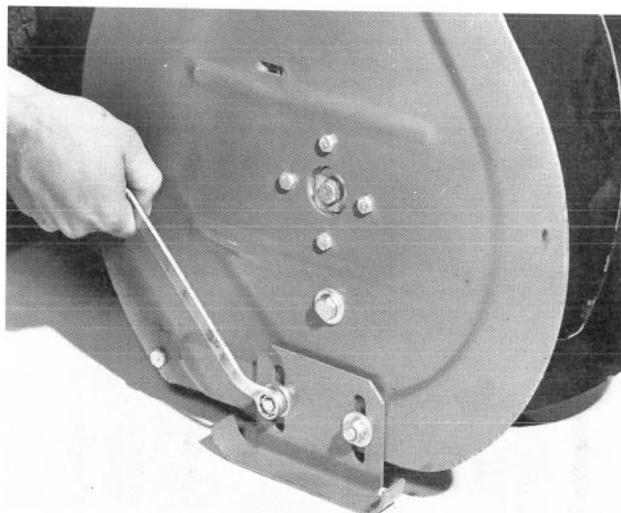

Figure 33
1. Disposez la déneigeuse sur une surface plane et de niveau. Desserrez ensuite les quatre écrous à collerette (Fig. 33) fixant les deux patins aux plaques latérales du logement de tarière. Les patins doivent pouvoir coulisser vers le haut et vers le bas.
4. Si vous utilisez la déneigeuse sur une surface de gravier ou de pierre concassée, desserrez les quatre écrous à collerette (Fig. 33) retenant les patins aux plaques latérales du logement de tarière. Descendez ensuite les patins pour que la tarière soit aussi loin que possible de la surface plane et de niveau, puis resserrez les écrous à collerette.